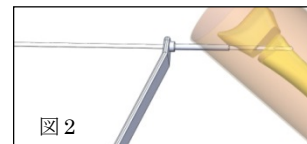

図2
- トロカールを外し、創外固定ピンを刺入する。次に創外固定ピンを適当な長さに切断する(図2)。